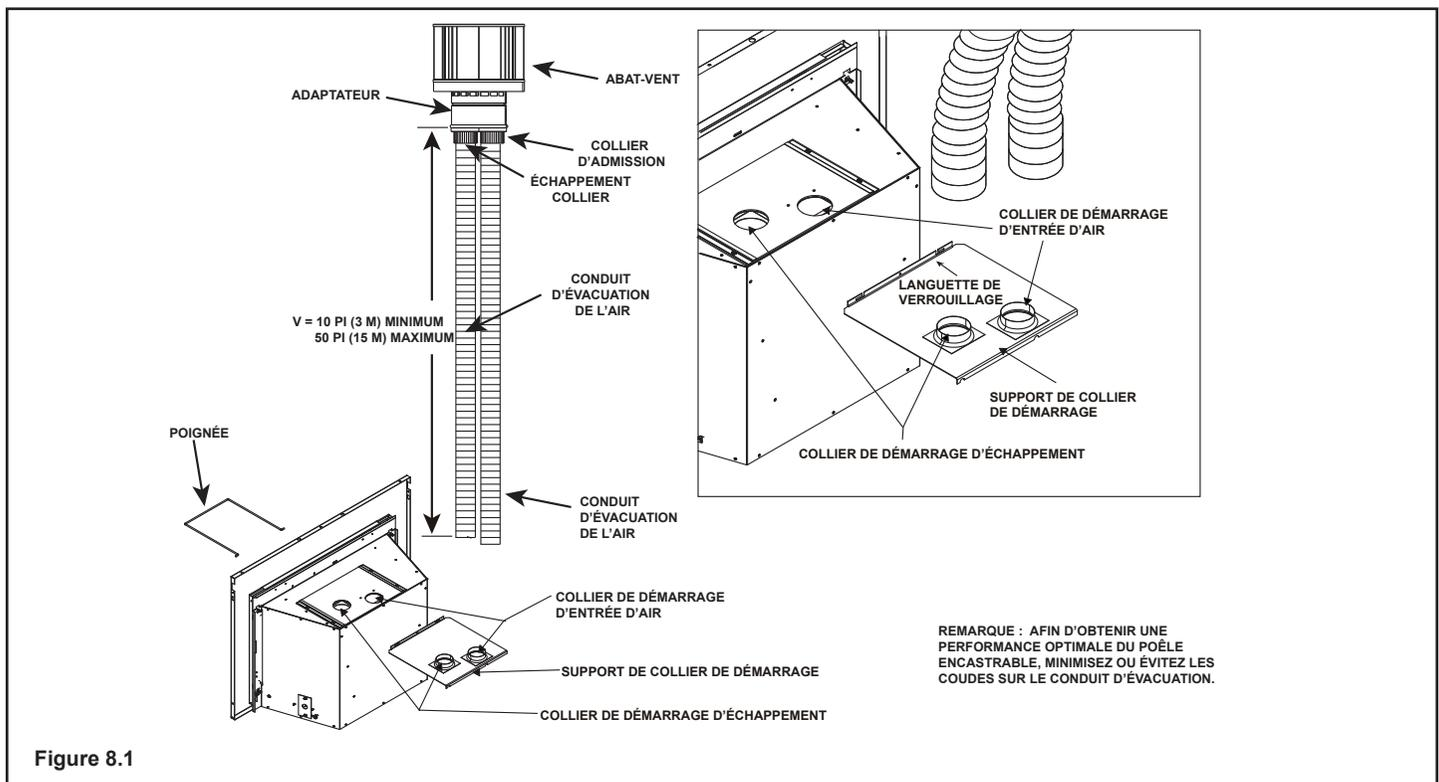

Figure 8.1
- Fixez le conduit d'évacuation flexible au collier de démarrage d'évacuation sur le dessus du poêle avec trois vis, puis scellez-le avec du ciment à poêle coté pour une exposition continue de 1200 °F (649 °C) ou plus. Voir la Figure 8.1.
- Utilisez trois vis pour attacher la partie de la prise d'air sur le collier d'admission de la plaque coulissante du collier et scellez avec du ciment à poêle coté pour une exposition continue de 1200 °F (649 °C) ou plus. Voir la Figure 8.1. REMARQUE : Le collier de garniture peut être retiré du poêle pour une installation plus aisée.
- Fixez le collier de garniture au poêle en plaçant la poignée de verrouillage en position avec les languettes de verrouillage (voir la Figure 8.1) et fixez-le avec la vis n° 8.